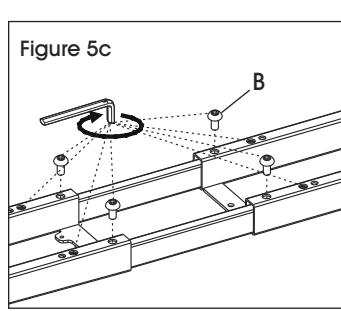

Figure 5c
**REMARQUE :** Resserrez les boulons Allen préinstallés et installez quatre boulons Allen (B) supplémentaires aux endroits indiqués sur la Figure 5c pour chaque barre de support.